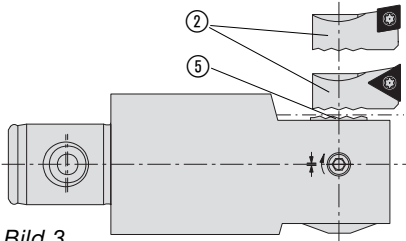

Bild 3
Der Verstellbolzen ⑤ ist mit einer Kerbverzahnung versehen, so dass unterschiedliche Plattenhalter ② einfach und schnell befestigt werden können (Bild 3).